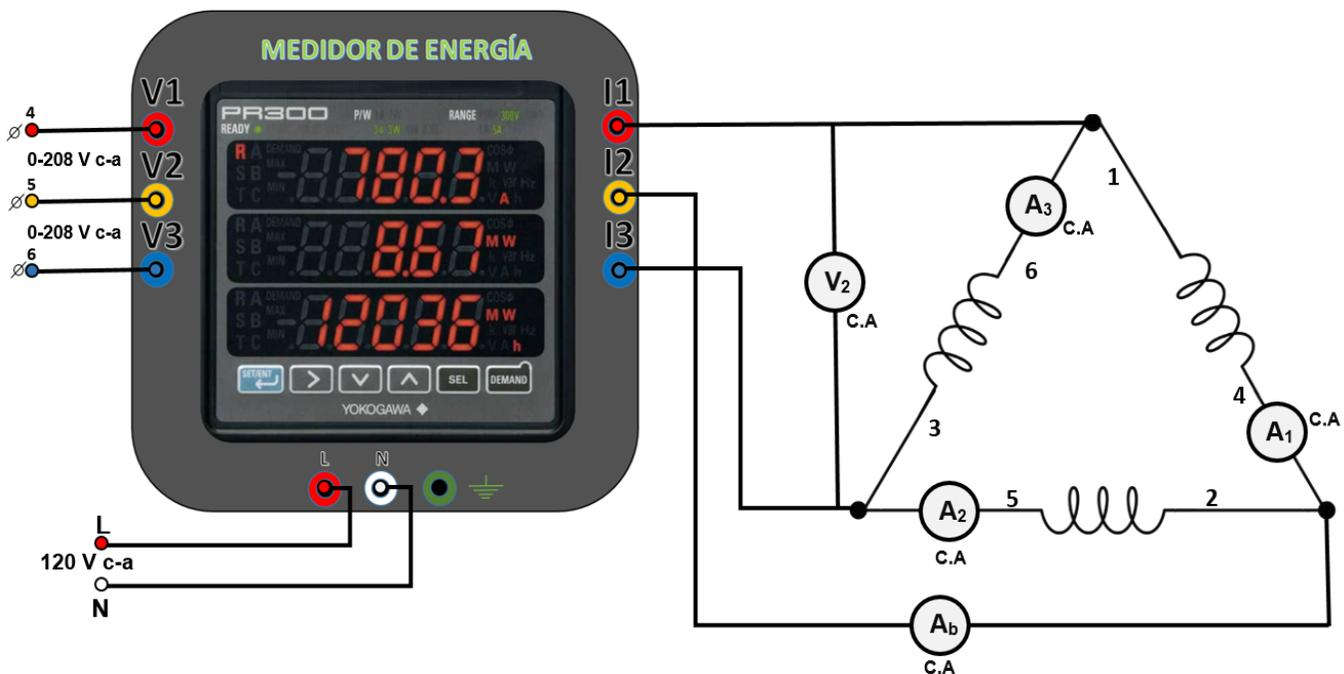

Figura 10.2.
10.1.5. Arme el circuito mostrado en la figura 10.2.
10.1.6. Verifique que la perilla se encuentre en 0 V y energice el circuito gradualmente a 120 V entre fases, mida los voltajes y corrientes de línea y de fase indicados en la figura 10.2 y regístrelos en la tabla 10.2. Anote las potencias y factor de potencia que se obtiene con el analizador.